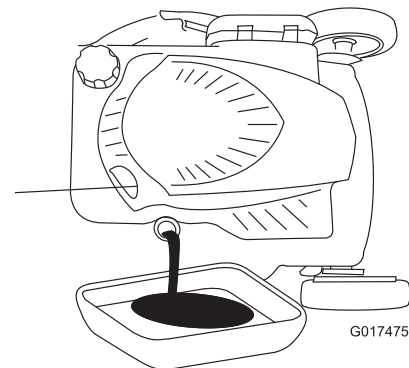

Figura 38
3. Coloque la máquina de lado con la varilla de aceite hacia abajo para drenar el aceite usado a través del tubo de llenado de aceite (Figura 38).